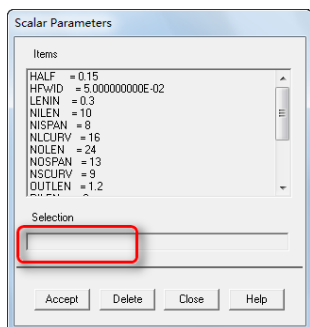

图 10-59 “Scalar Parameters”对话框
① 依次选择 Utility Menu → Parameters → Scalar Parameters，会弹出“Scalar Parameters”对话框，如图 10-59 所示。在“Select”输入框中依次输入：